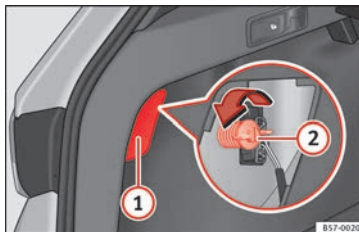

Abb. 111 Gepäckraum: Zugang zur Befestigungsschraube der Heckleuchte
3. Hebeln Sie die Abdeckung an der Aussparung » **Abb. 111** ① mit dem flachen Teil des Schraubendrehers ab.
5. Schrauben Sie mit der Hand oder mit Hilfe eines Schraubendrehers die Befestigungsschraube der Leuchte » **Abb. 111** ② heraus.